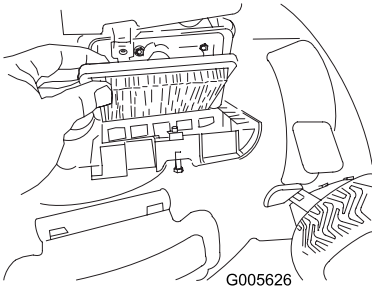

Figure 30
2. Remplacez le filtre à air (Figure 30).